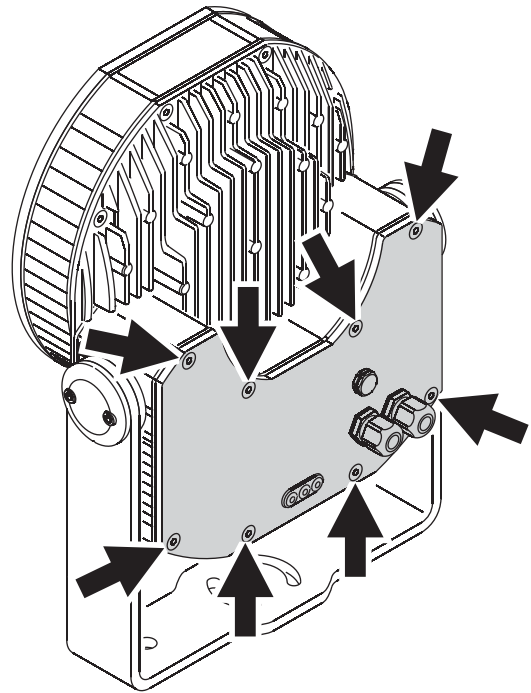

Figure 4: Vis de fixation du couvercle arrière
3. Voir Figure 4. Retirez les vis de fixation du couvercle arrière et démontez-le.